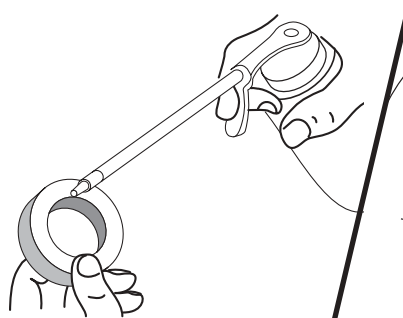

Fig. 39
4. Aplique suficiente aceite limpio SAE 30 para recubrir ligeramente el filtro (Fig. 39).